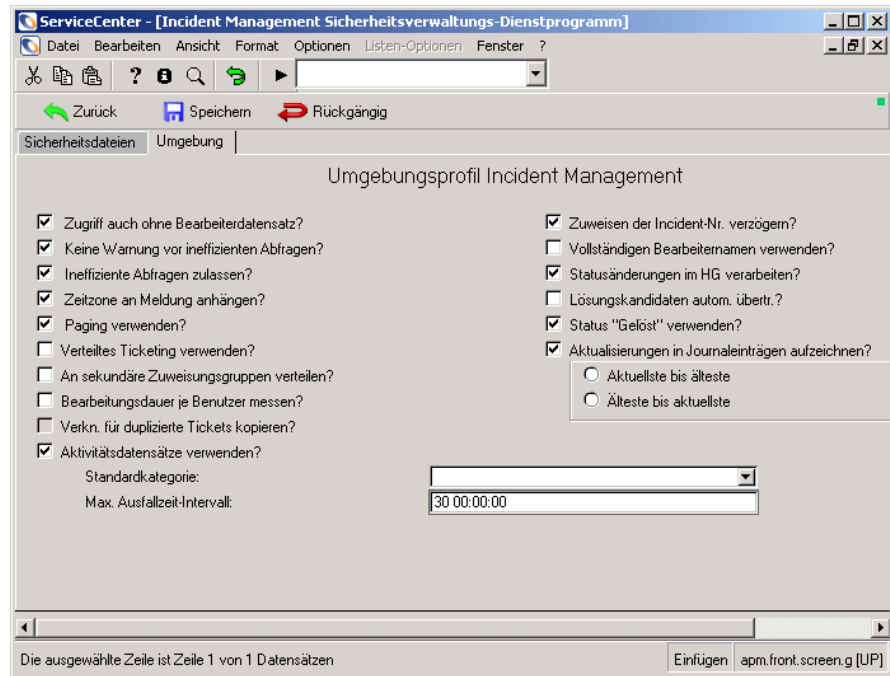

Abbildung 4-23: Incident Management Sicherheitsverwaltungs-Dienstprogramm: Register „Umgebung“
- 2 Klicken Sie im Formular **Incident Management Sicherheitsverwaltungs-Dienstprogramm** auf das Register **Umgebung**. Abbildung 4-23 auf Seite 124 zeigt das Formular **Umgebungsprofil Incident Management**.